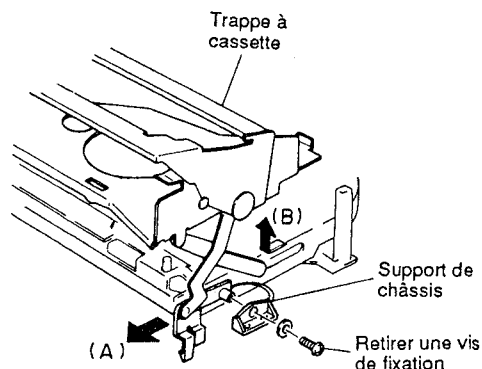

Fig. 3-4
- 5) Retirer la (1) vis de fixation qui immobilise la trappe à cassette et le support de châssis. (Se reporter à la figure 3-4)